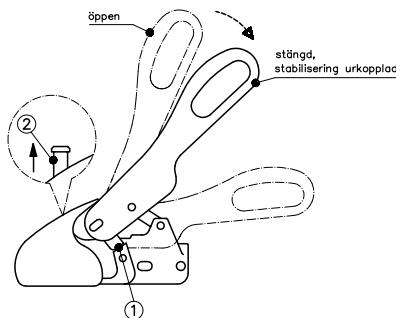

Bild 4 : Påkoppling
Använd handtagen på släpvagnen för rangering och inte WS 3000/3500's manöverspaken. Den öppna kulkopplingen läggs på dragfordonetens dragkula (bild 4). Genom kultrycket och en eventuell extra belastning av dragstängen, läses kulkopplingen automatiskt och säkringskronorna (1) på sidorna står parallellt med kopplingshusets säkringsytter (bild 4). Om dragkulans är i kopplingshuset syns kontrollindikeringens (2) gröna stift (bild 4).
Vid längre driftuppehåll bör släpvagnen parkeras med låst kulkoppling. Lyft för detta det öppna manöverhandtaget (bild 4) och dra samtidigt kulskenan (rörlig del – bild 8) framåt eller tryck in **SAFETY BALL** i kulskenan och stäng manöverspaken långsamt.